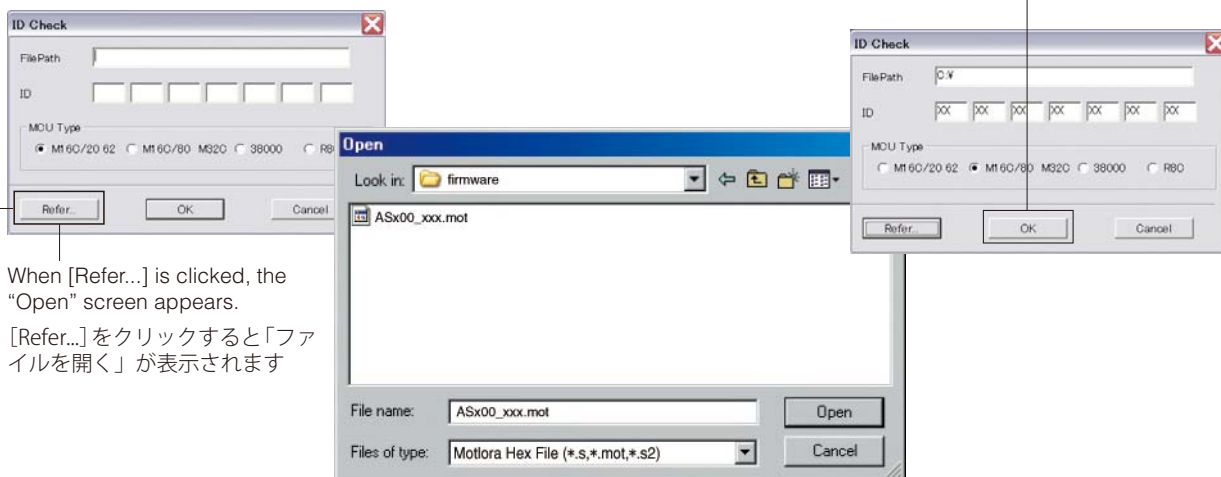

Fig. 3
4. Click [Refer...] and select the firmware name. (Fig. 3)
- * The ID and MCU Type are loaded automatically when the file is selected. (Fig. 3)
Click [OK]. (Fig. 3)
4. [Refer...] をクリックし、書き込むファームウェアを選択します。(Fig. 3)
- ※ ID、および MCU Type は書き込みファイル選択後、自動的に取り込まれます。(Fig. 3)
[OK] をクリックします。(Fig. 3)